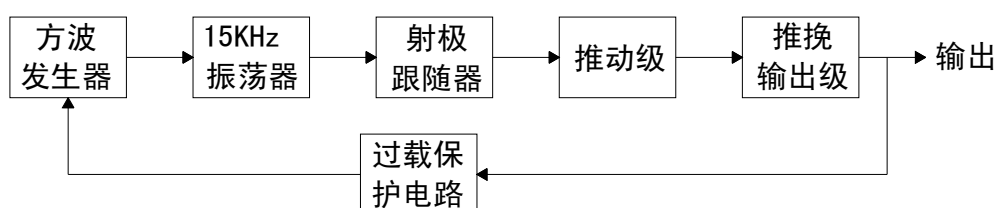

图6.1 路径仪组成方框图
1、路径仪组成方框图如图 6.1 所示：
如图 6.1 所示，方波发生器为一多谐振荡器，每产生周期为 0.5 秒的方波信号，由文氏桥振荡电路产生 15KHz 正弦信号经电压放大及功率放大后输出。